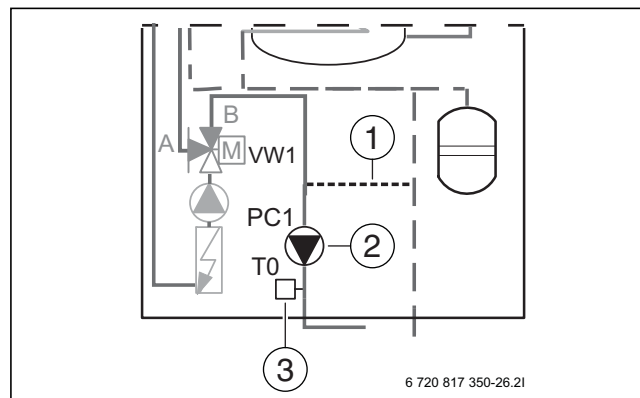

Bild 13
**i** Om knäppningar i värmesystemet finns sedan tidigare eller uppstår efter installation av värmepumpen kan en bypassledning installeras (→ Bild 13). Knäppningarna uppstår vid hastiga temperaturväxlingar på värmesystemet som får rören att bli längre/kortare. Bypass-kitet är ett tillbehör. I leveransen av bypass-kitet ingår även en yttre cirkulationspump (G1) som ställs in i reglercentralen.
▶ Flytta framledningsgivaren (→ [3] bild 13) så att den hamnar ett stycke efter bypass-ledningen.